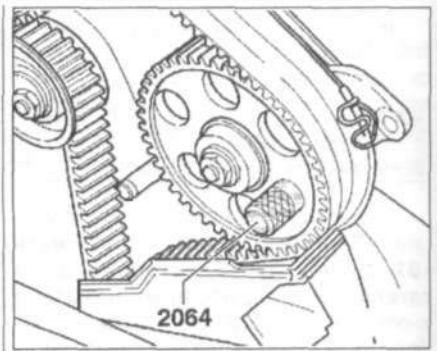

Рис. 6.74. Заблокируйте шкив ТНВД с помощью пальца 2064.
7. Заблокируйте шкив ТНВД с помощью блокировочного пальца 2064 (рис. 6.74).